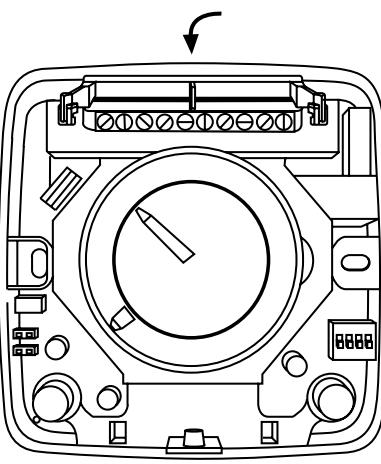

Fig. 4
- Dopo avere effettuato i collegamenti alla morsettiera riposizionare il supporto di protezione cavi come da figura.(Fig. 4)
- Fissare il comando a parete utilizzando gli appositi tasselli ⑤.